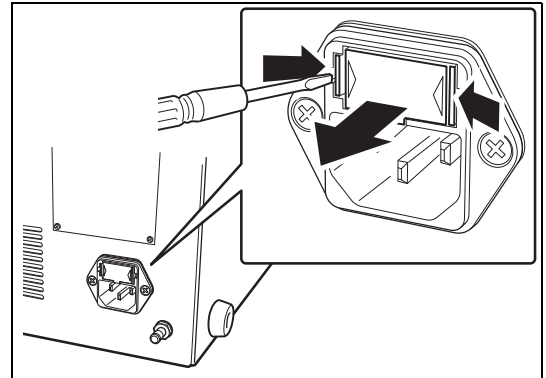

Рисунок 6.5
- 2** Поместите отвертку в выемку с одной или с обеих сторон патрона предохранителя сразу же над гнездом электропитания. (см. рисунок 6.5)